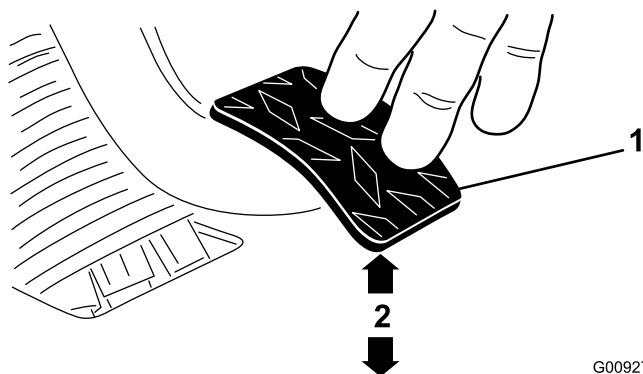

Figure 66
3. Ajustez les écrous de blocage ou la rotule jusqu'à ce que le bord inférieur arrière de la pédale d'embrayage soit à  $9,5 \pm 3$  cm du haut du plancher quadrillé quand une force de 1,8 kg est appliquée sur la pédale (Figure 66).